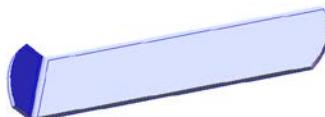
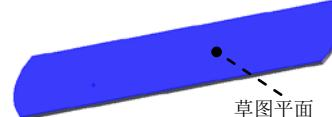

图 7.14 绘制的折弯 1
图 7.15 折弯线草图平面
Step3. 创建图 7.14 所示的钣金特征——绘制的折弯 1。
(1) 选择命令。选择下拉菜单 **插入(I)** → **钣金(B)** → **绘制的折弯(S)...** 命令 (或单击“钣金”工具栏上的“绘制的折弯”按钮)。
(2) 定义特征的折弯线。
① 定义折弯线草图平面。选取图 7.15 的模型表面作为折弯线草图平面。